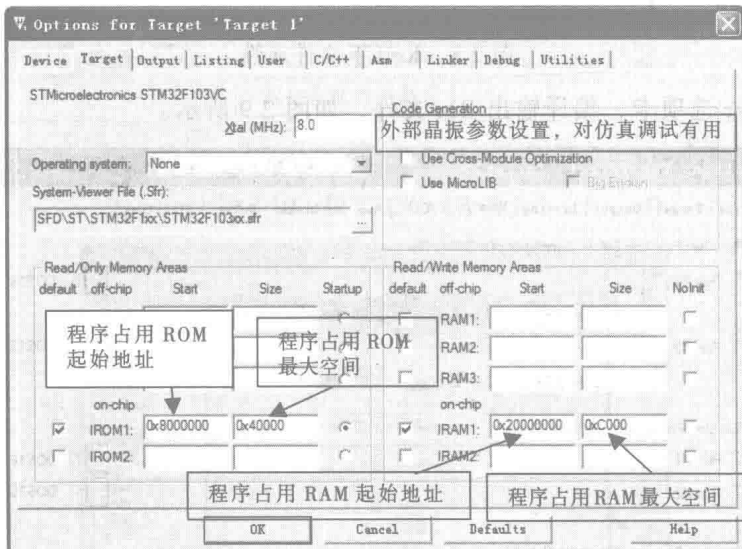

图 2.6 设置 Target 选项卡
(3) 设置 Target 选项卡中相应选项，如图 2.6 所示。